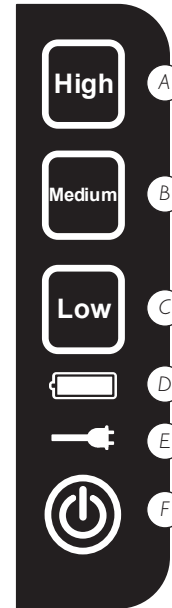

Bild 21
1. Slå på enheten genom att trycka på på-/av-knappen (bild 21 (F)).
2. Välj önskat vakumintervall genom att trycka på motsvarande knapp ("Low", "Medium" eller "High") på kontrollpanelen (bild 21 (A, B, C)).
4. För att stänga av enheten, tryck och håll på-/av-knappen (bild 21 (F)) intryckt i 1-2 sekunder.
1. Stäng av enheten efter uppsugningen genom att trycka och hålla på/av-knappen (bild 21 (F)) intryckt i 1-2 sekunder.